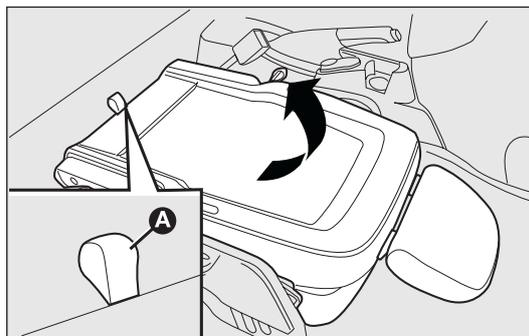

fig. 25
- coja la lengüeta A-fig. 25 y levante el respaldo hacia arriba;